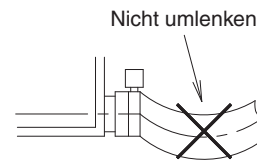

Abb. 27
- Der Ablaufschlauch (1) im Inneren des Innenaggregats darf nicht umgelenkt werden. **(Siehe Abb. 27)** (Das kann ungewöhnliche, zum Beispiel blubbernde Geräusche verursachen.) (Wenn der Ablaufschlauch (1) abgelenkt wird, kann er das Ansaugluftgitter beschädigen.)